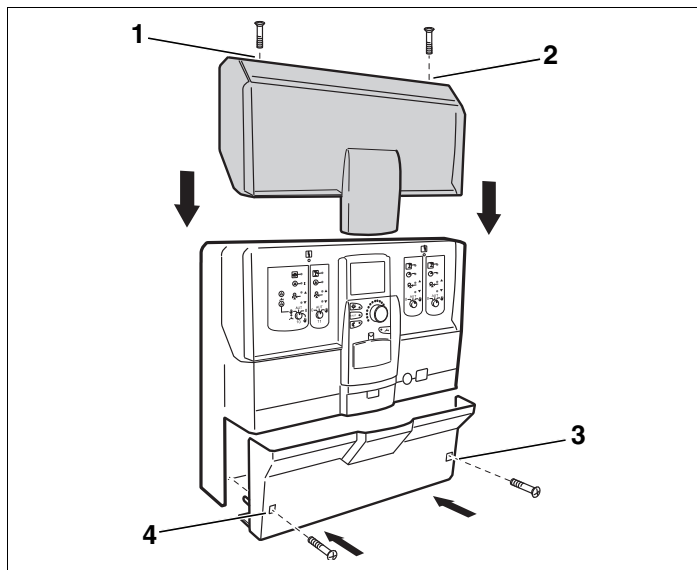

Рис. 10 Установка крышки корпуса и нижней крышки
- ▶ Заверните два винта на верхней крышке корпуса (→ рис. 10, [1] и [2]).
- ▶ Заверните два винта нижней крышки (→ рис. 10, [3] и [4]).